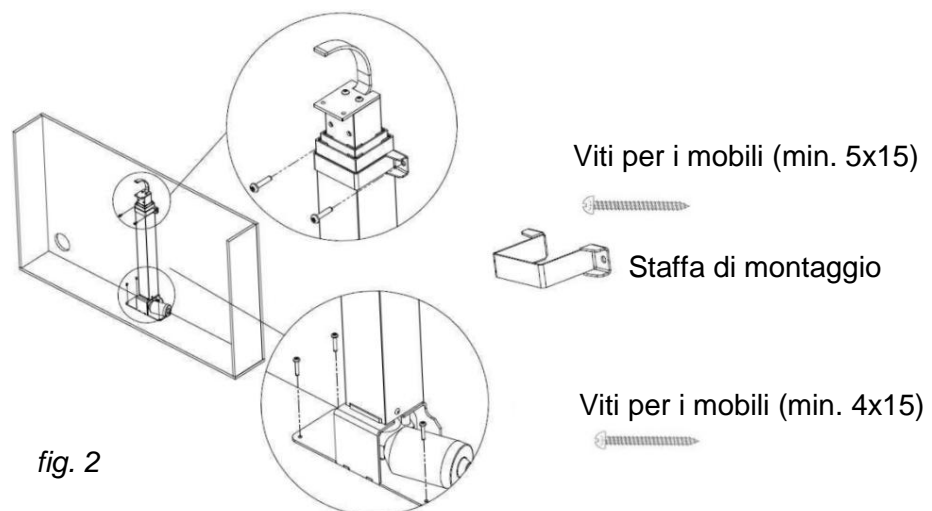

fig. 2
43. Utilizzare la staffa di montaggio fornita e fissare la colonna alla parte posteriore del mobile (fig.2).
44. Fissare il sollevamento al mobile utilizzando le viti (fig. 2)